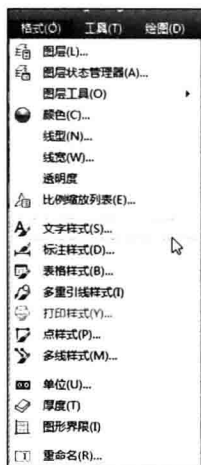
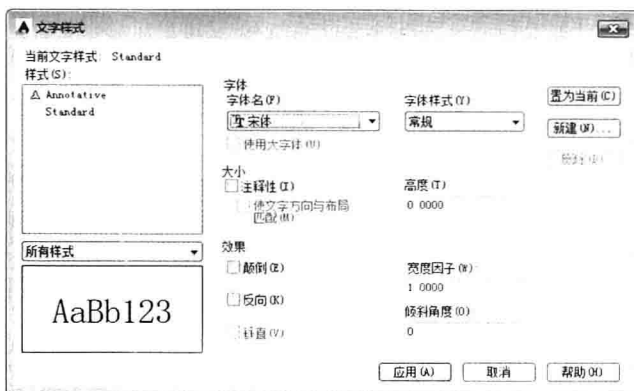

图 1-8 激活相应对话框的菜单命令
图 1-9 “文字样式”对话框
(1) 右边带有小三角形的菜单项,表示该菜单后面带有子菜单,将光标放在上面会弹出它的子菜单。
(2) 激活相应对话框的菜单命令。这种类型的命令后面带有省略号。例如,单击“格式”菜单,选择其下拉菜单中的“文字样式”命令,如图 1-8 所示,就会打开对应的“文字样式”对话框,如图 1-9 所示。
(3) 直接操作的菜单命令。选择这种类型的命令将直接进行相应的绘图或其他操作。例如,选择菜单栏中的“视图”→“重画”命令,系统将直接对屏幕图形进行重画。